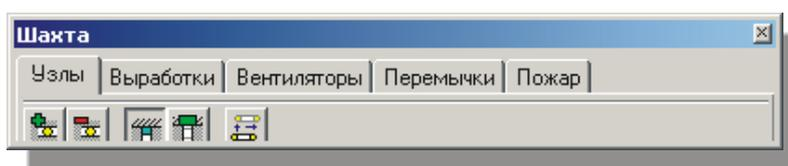

Рис. 1.3. Специальная панель инструментов с переключающимися вкладками
- на панели задач *Windows* нажмите кнопку **Пуск**, затем выберите **Программы** ⇒ **Вентиляция 1.0** ⇒ **Вентиляция** (рис. 1.3);
Кроме обычных панелей инструментов в программе есть специальная панель инструментов **Шахта**, содержащая несколько вкладок с кнопками, сгруппированными по своему назначению (рис. 1.3). Например, вкладка «Вентиляторы» содержит несколько кнопок для работы с вентиляторами: «установить вентилятор», «удалить вентилятор», «вызвать базу данных вентиляторов» и т.д.